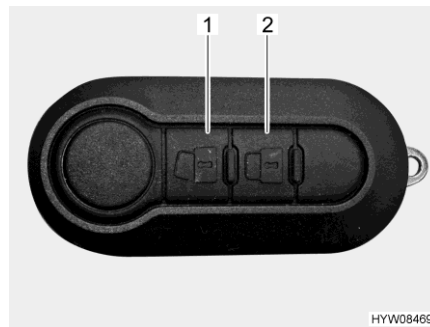

Bild 48 Fernbedienung Zentralverriegelung (2 Tasten)
- Türen entriegeln: ■ Taste  (Bild 48,1) einmal kurz drücken. Die Türschlösser sind entriegelt.
- Türen verriegeln: ■ Taste  (Bild 48,2) einmal kurz drücken. Die Türschlösser sind verriegelt.